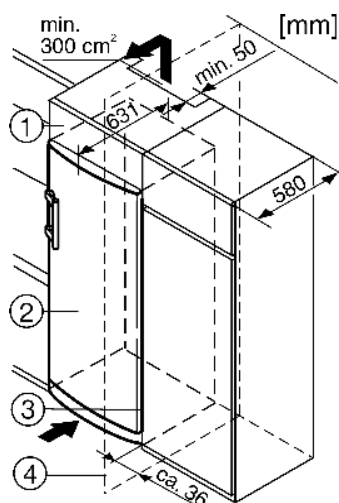

Fig. 4
При комбинировании с обычными кухонными шкафами (глубиной макс. 580 мм) устройство можно установить непосредственно рядом с кухонным шкафом Fig. 4 (3). Дверца устройства выступает по сторонам на 34 мм и по центру устройства на 50 мм относительно передней стенки кухонного шкафа. Поэтому ее можно свободно открывать и закрывать. Важно для вентиляции:
Если устройство установлено на шарнирах у стены Fig. 4 (4), то расстояние между устройством и стеной должно быть не менее 36 мм. Настолько выступает ручка при открытой дверце.